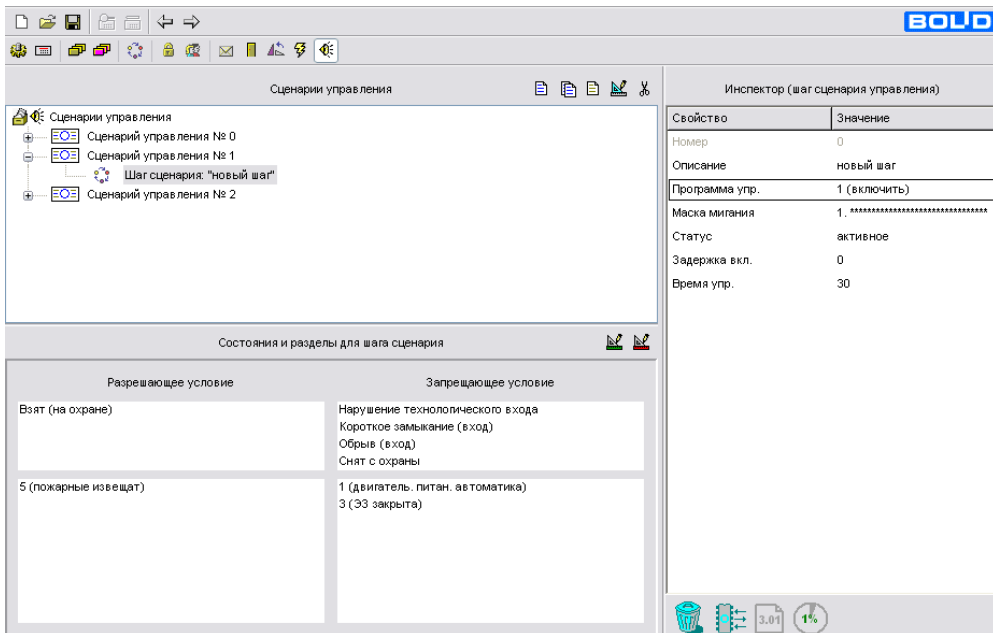

Рисунок 12. Настройка сценария управления реле 4.
- Максимально допустимое отклонение напряжения выставляется потенциометром 2 (см. рис. 12). $\Delta U_{\text{ном}}$ определяет одновременно верхний и нижний пороги срабатывания. Таким образом, входное напряжение будет считаться допустимым в диапазоне от $(220 - \Delta U_{\text{ном}})$ В до $(220 + \Delta U_{\text{ном}})$ В. $\Delta U_{\text{ном}}$ может принимать значения от 0 В (крайнее левое положение потенциометра) до 80 В (крайнее правое положение потенциометра).